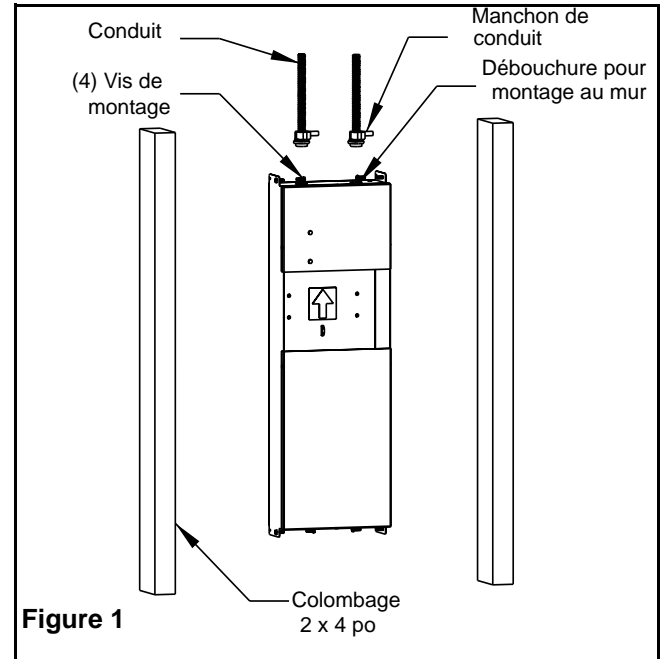

Figure 1
Montage du boîtier encastré au mur (Figure 1)
1. Défoncez la(les) débouchure(s) sur le dessus du boîtier encastré pour permettre l'installation du (des) câble(s) entrant(s) (ligne c.a.; ligne de secours c.c., Figure 1).
3. Utilisez des fixations appropriées (non fournies) pour monter le boîtier encastré sur le colombage (Figure 1).